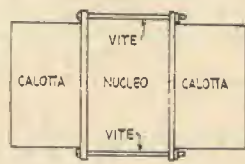
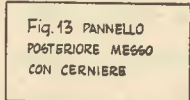

Fig. 15 IL TRASFORMATORE MONTATO
Fig.13 PANNELLO
**Montaggio** — Si rifinirà tutto con cura con carta vetro e si fisserà il pannello della fig. 13 ad una delle calotte, mentre l'altro con le derivazioni sarà tenuto diritto nell'interno dell'altra calotta. Si monta ora il nucleo magnetico nel rocchetto con le lamiere a giunti sfalsati e si dispongono le due calotte come in fig. 15, collegando le diverse parti con viti a dado recuperabili da vecchie maniglie di mobili, e l'apparecchio è pronto per l'uso. Per dargli un aspetto elegante, si potrà smaltare le calotte con colore chiaro; il nucleo lo si vernicerà in nero e i pannelli si lasciano naturali.